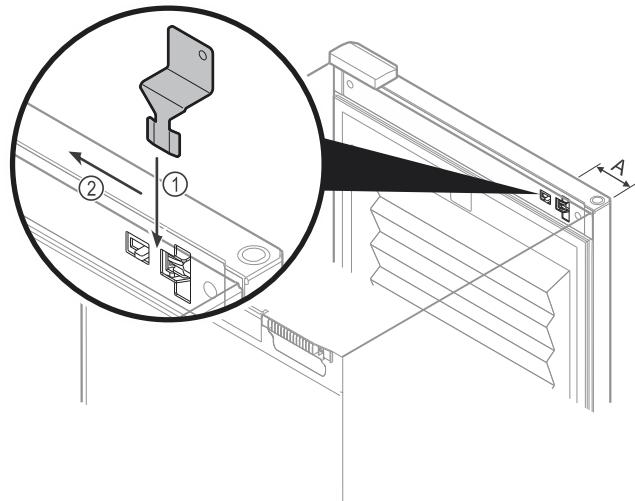

Fig. 106
- Расположите ключ для аварийной разблокировки в заданном месте Fig. 106 (A) ≈ 100мм.
- Вставьте ключ для аварийной разблокировки между дверью и корпусом устройства сверху и до упора Fig. 106 (1).
- Потяните ключ для аварийной разблокировки в направлении стороны шарнира Fig. 106 (2).